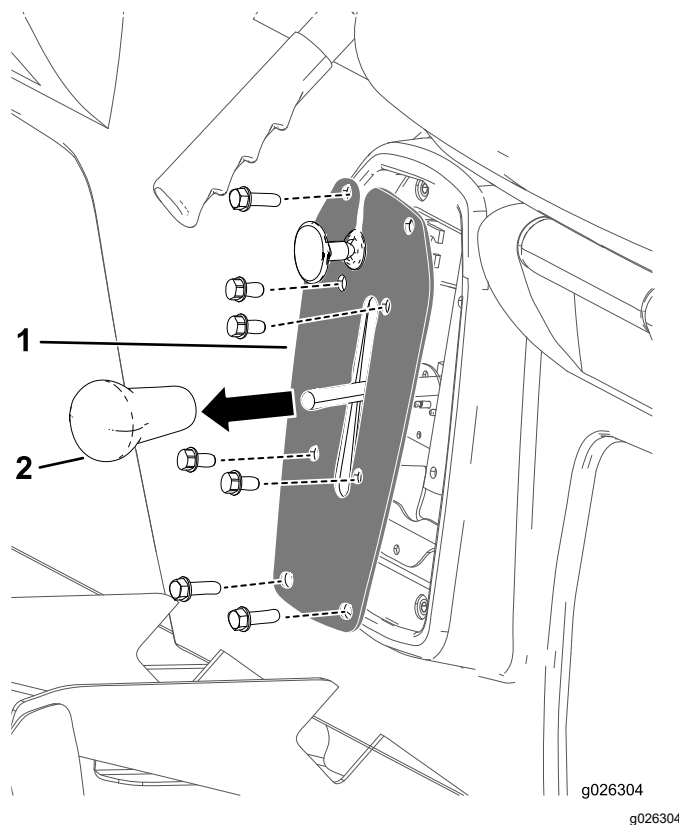

Рисунок 43
1. Снимите рукоятку с рычага переключения передач (Рисунок 43).
2. Выверните 4 болта крепления пластины переключения передач к консоли механизма переключения передач (Рисунок 43).
3. Выверните 4 болта крепления пластины переключения передач к основанию сиденья и снимите пластину переключения передач (Рисунок 43).
4. Наверните рукоятку рычага переключения передач и затяните ее от руки (Рисунок 43).